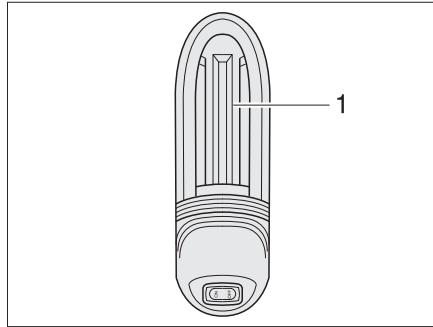

Fig. 314 Lámpara de garaje
- Empujar la tapa de la lámpara (Fig. 314,1) ligeramente hacia arriba y retirarla.